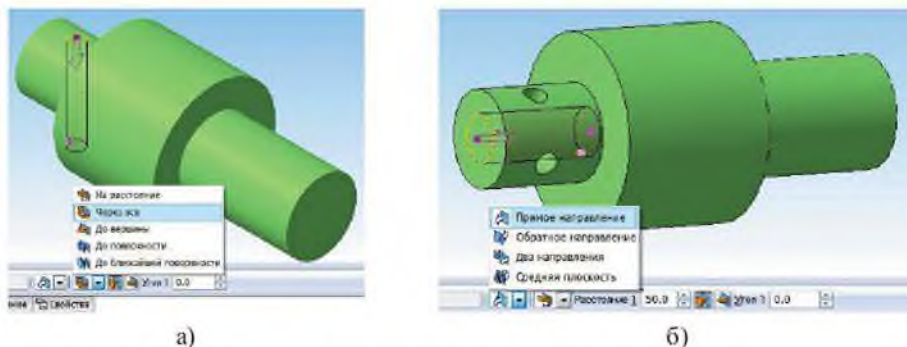

Рисунок 7.13 Вырезание сквозного отверстия (а) и торцевого отверстия (б)
5. Второе сквозное отверстие диаметром 10 мм выполнить аналогично, построив эскиз на плоскости XY и вырезав его выдавливанием в средней плоскости (рисунок 7.13 а).